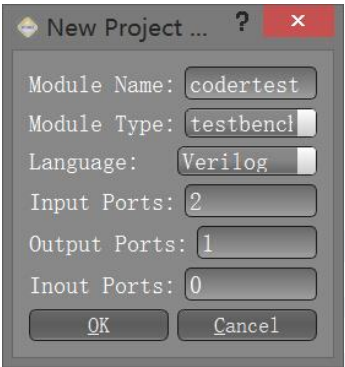

图 2-3-7 新建测试文件
(1) 新建一个 2 输入 1 输出的测试文件。点击工具栏上的  图标，在弹出的对话框中参照图 2-3-7 进行设计。